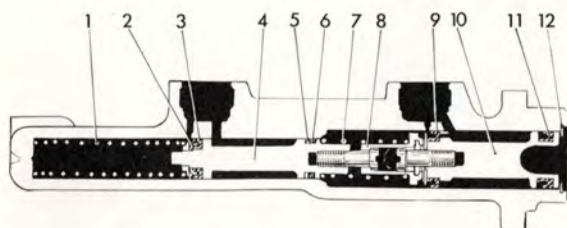

Bild 5-1. Huvudcylinder
Sammankopplingen av sekundärkolven (4, bild 5-1, och primärkolven (10) görs med en kopplingshylsa (8). Genom denna konstruktion blir bromspedalsens utslag endast obetydligt större vid ett eventuellt bromskrets bortfall än normalt, dvs. när båda kretsarna är intakta. Dessutom blir trycket dubbelt så högt mot normalt i den fungerande kretsen.